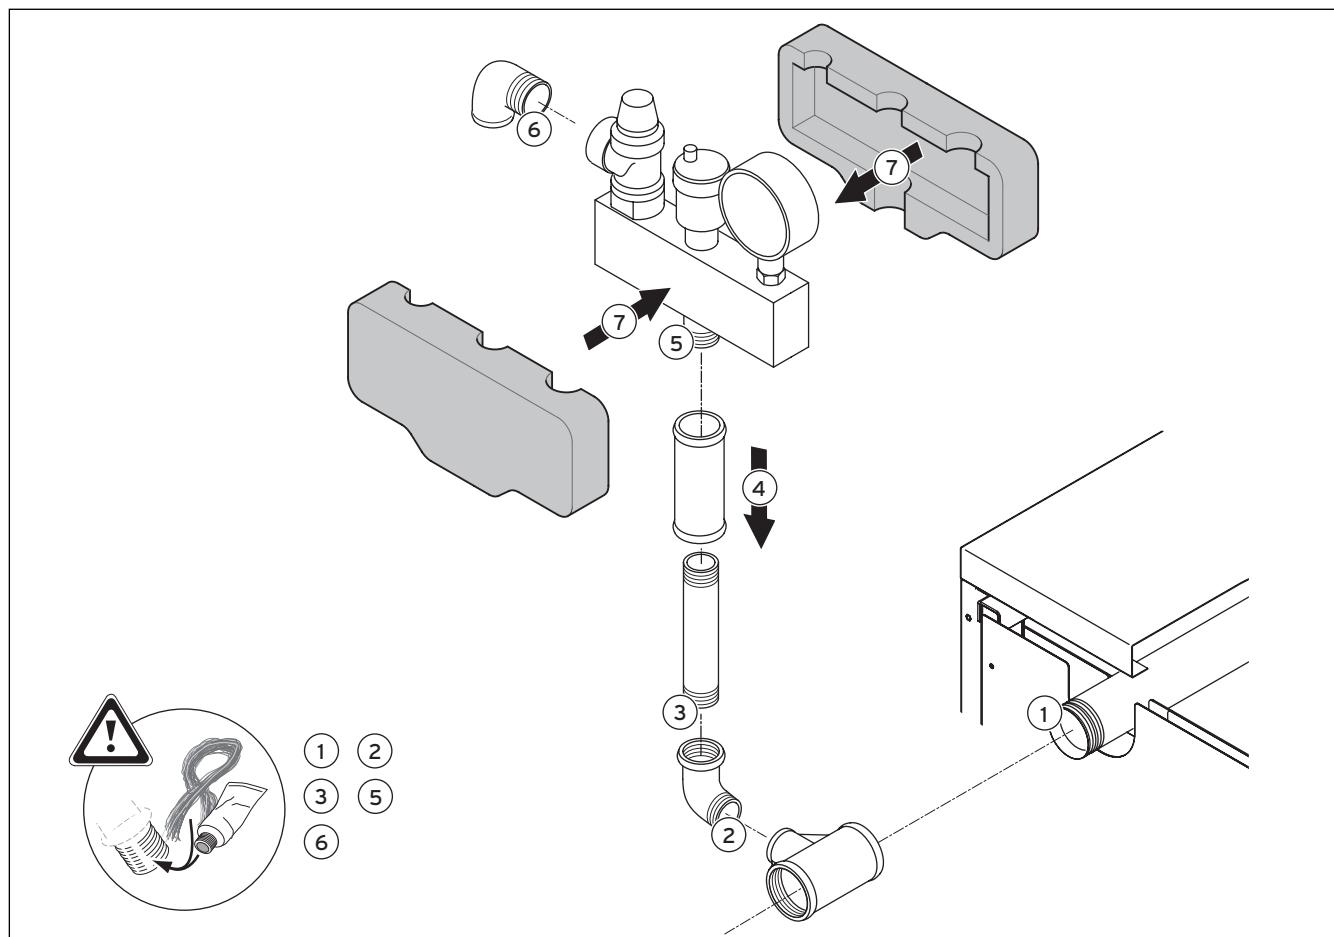

Fig. 4.1 Instalação do grupo de segurança
- Instale o grupo de segurança da caldeira conforme se encontra representado na fig. 4.1.